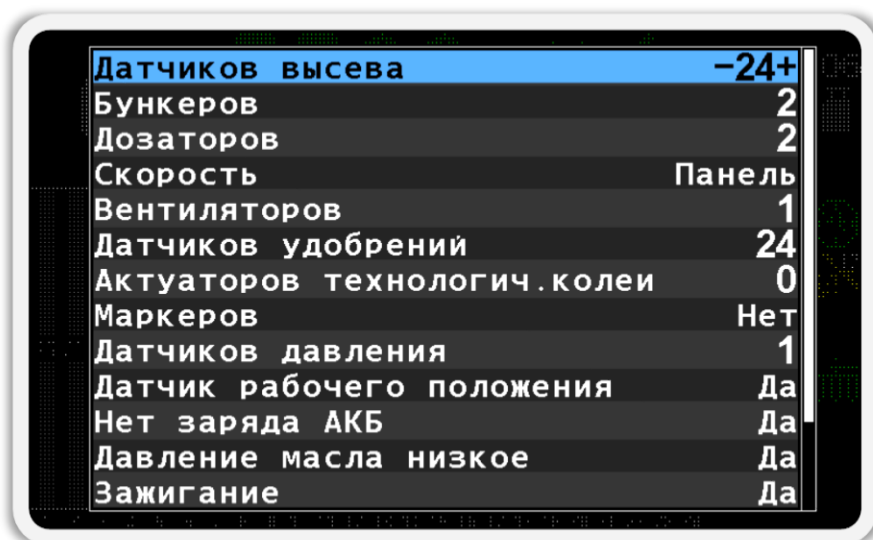

Рисунок 66 Меню настроек профиля
4. В меню настроек профиля (см. Рисунок 66) для каждого типа датчика или актуатора имеется соответствующий пункт меню. Параметр, который расположен с правой стороны меню, задает количество датчиков или способ их подключения. Для перемещения от одного пункта меню к другому используйте кнопки \uparrow «Вверх» и \downarrow «Вниз», а для изменения параметра используйте кнопки $+$ «Плюс» и $-$ «Минус». Подробное описание параметров находится в конце этой главы.